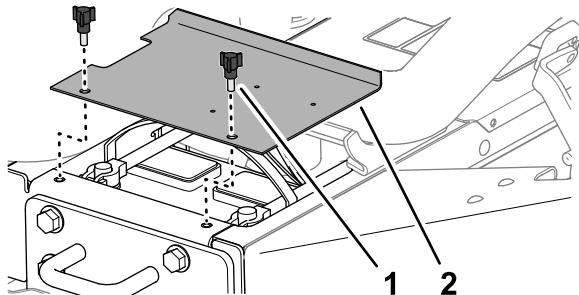

Figura 51
- Rilasciate i fermi sul lato sinistro e sul lato destro del cofano (Figura 51).